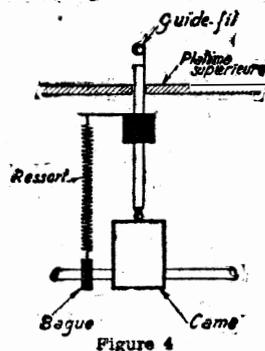

Figure 4
V. — Dans notre première réalisation, les guide-fils, commandés par les cames, redescendaient de leur propre poids. Depuis, nous avons supprimé la petite masse de plomb, et prévu un petit ressort de rappel très souple (voir figure 4) ; ce procédé est plus mécanique...